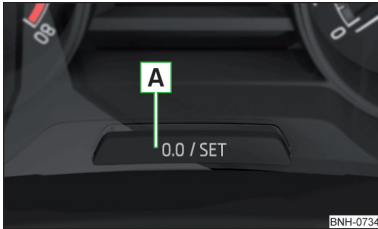

Abb. 42
- › Die Taste **A** » Abb. 42 gedrückt halten, bis im Display der Menüpunkt **Service** angezeigt wird.